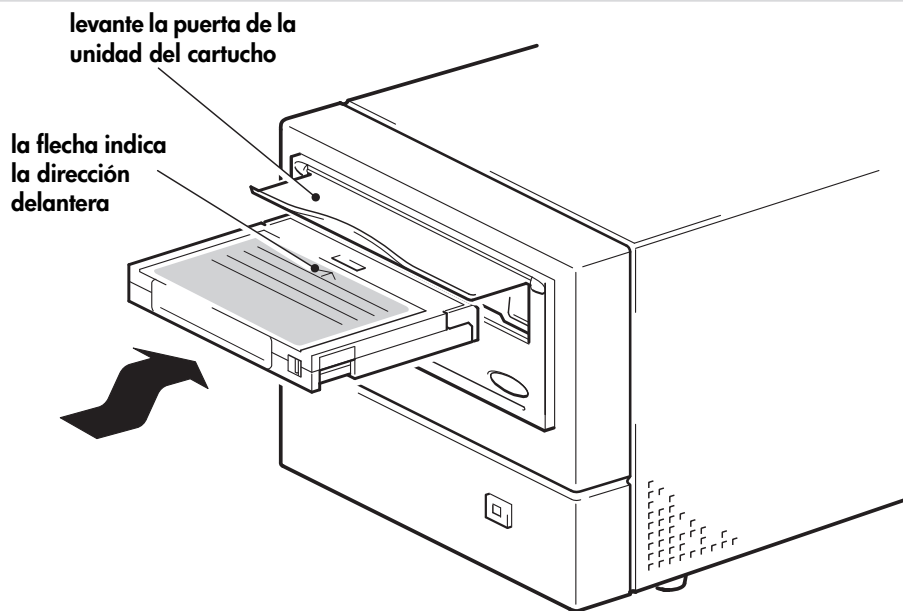

Figura 7a: carga de un cartucho
- 1 Levante la puerta del cartucho, situada en la parte frontal de la unidad de cinta, e inserte el cartucho en la ranura con la flecha blanca en la parte superior y señalando a la puerta de la unidad. Aplique una ligera presión hasta que la unidad de cinta coja el cartucho y lo cargue. (Véase la figura 7a).